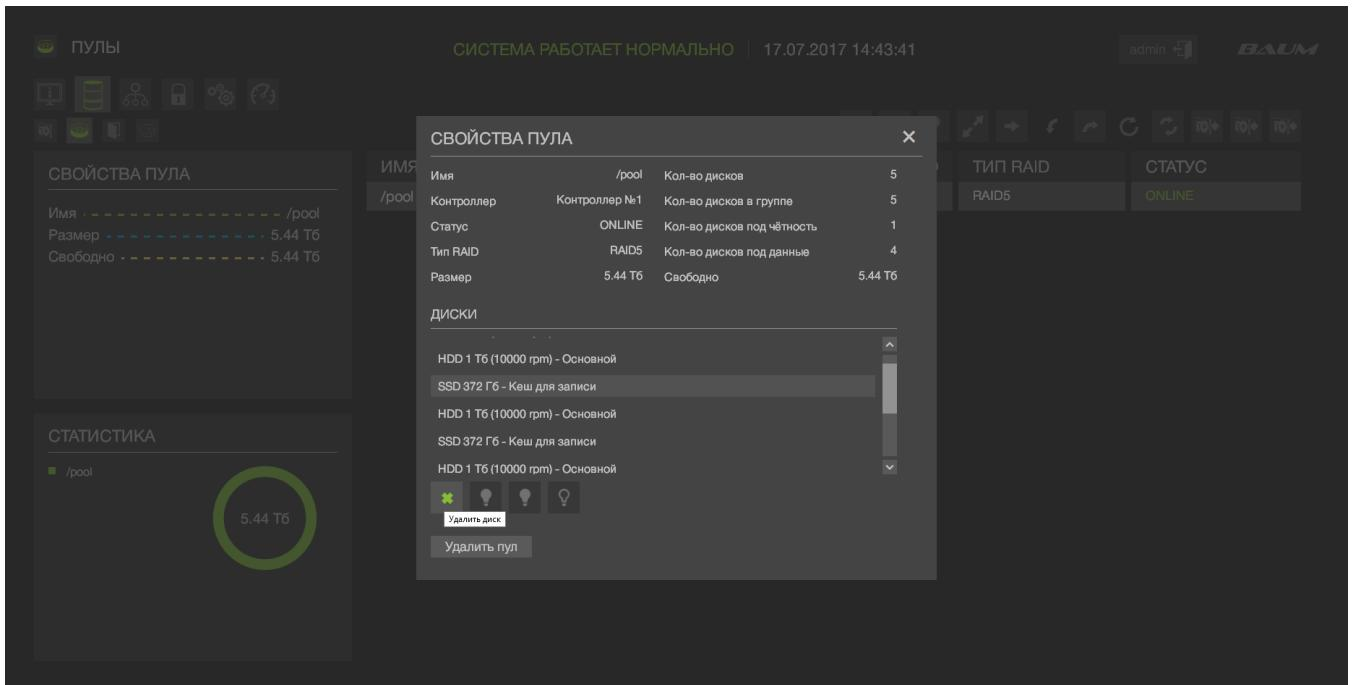

Рисунок 43 – Удаление из массива кэша на запись
- 4) Выбрать один из SSD дисков, помеченных как «Кэш для записи»(см. Рисунок 43).